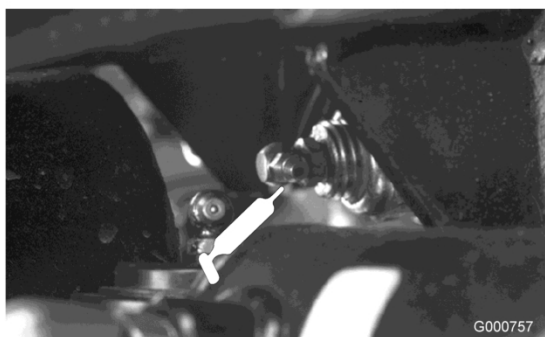

Figure 35
- Pivots d'essieu arrière (Figure 35)